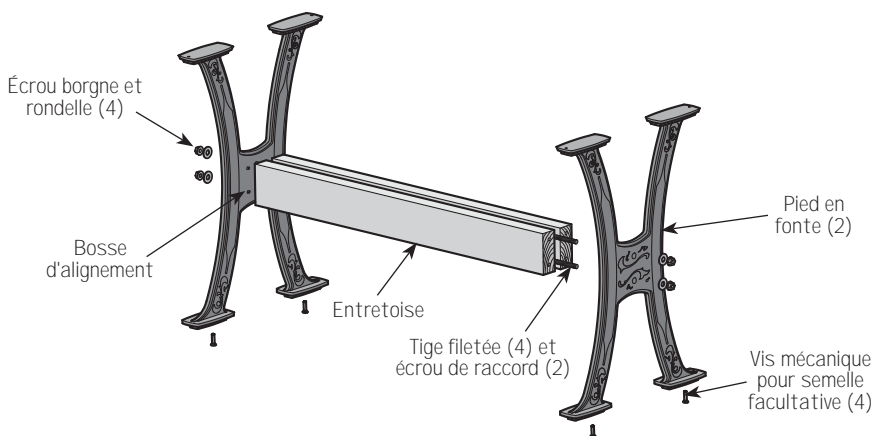

Figure 1 : Assemblage du piètement de l'établi
2. Comme on peut le voir à la **figure 1**, les tiges filetées sont installées entre deux entretoises en bois. Placer les pieds debout, face à face, à environ 40 po l'un de l'autre. Glisser les tiges assemblées dans les trous correspondants de chaque pied, puis installer une rondelle et un écrou borgne à l'extrémité de chaque tige.